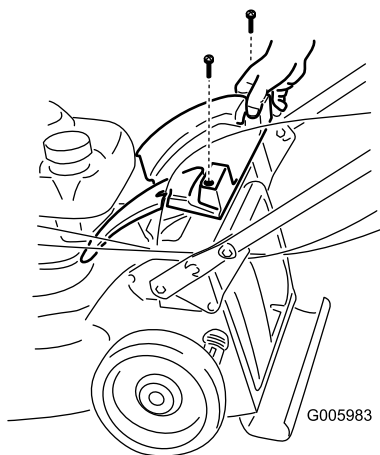

Figura 3
1. Retire los dos tornillos que sujetan la cubierta trasera y retire la cubierta trasera (Figura 3).